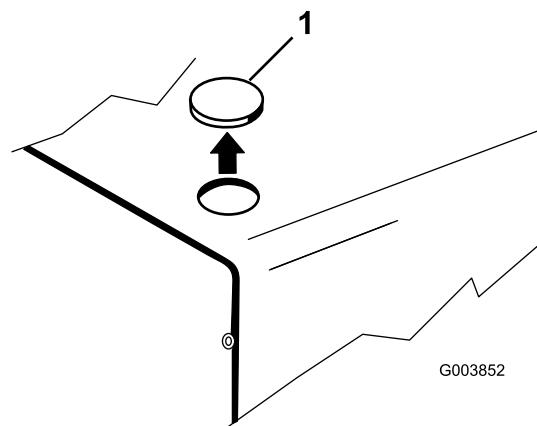

Figura 3
- Retire o bujão do orifício no canto dianteiro esquerdo do capot (Figura 3).